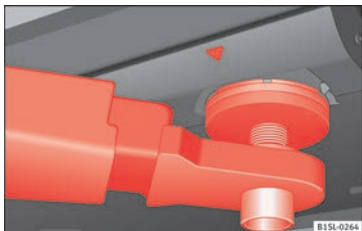
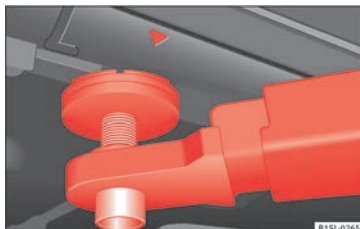

Fig. 159 Points d'appui avant pour lever le véhicule avec un pont-élévateur ou un cric.
Fig. 160 Points d'appui arrière pour lever le véhicule avec un pont-élévateur ou un cric.
Pour lever le véhicule, vous devrez uniquement utiliser les points indiqués dans les figures » fig. 159 et » fig. 160. Si le véhicule n'est pas levé par les points indiqués, cela peut provoquer des dommages » et de graves blessures » ⚠.
- Pour lever le véhicule, vous devrez uniquement utiliser les points indiqués dans les figures » fig. 159 et » fig. 160. S'il n'est pas levé par les points indiqués, il pourrait tomber du pont-élévateur lors de la réalisation d'opérations de dépose du moteur ou de la boîte de vitesses, par exemple.